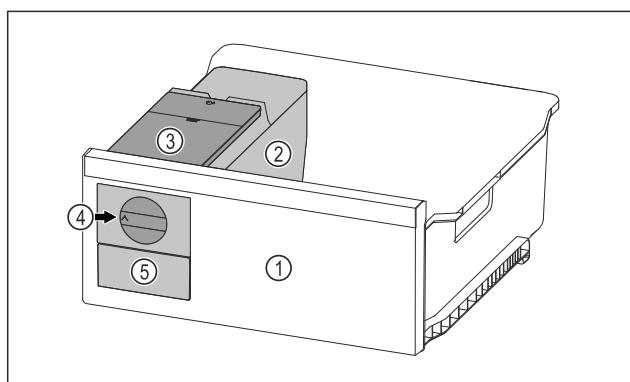

Fig. 127 Примерно изображение
- Завъртете въртящото се копче Fig. 127 (4) по часовниковата стрелка до упор.
- Ледените кубчета падат от формата за ледени кубчета в чекмеджето за ледени кубчета Fig. 127 (5).